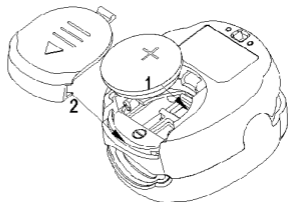

Figura 2
1. Observando a figura 2, introduzir a pilha orientando-a correctamente.